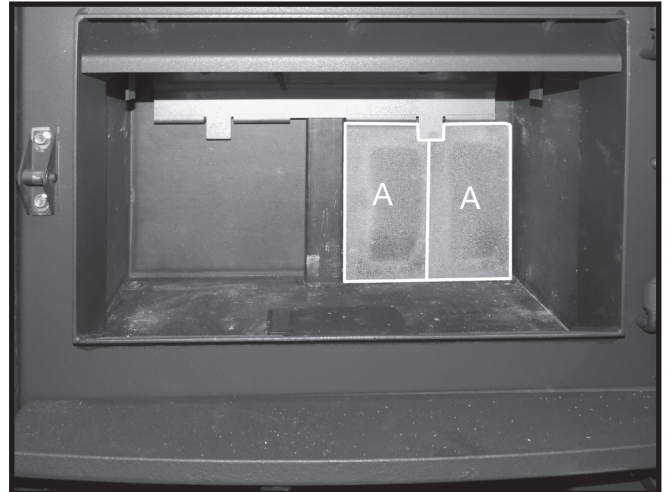

Figure 11: Installation de la deuxième brique sur le mur du fond.
2. Placer une deuxième brique A derrière l'onglet sur le rail (Figure 11).